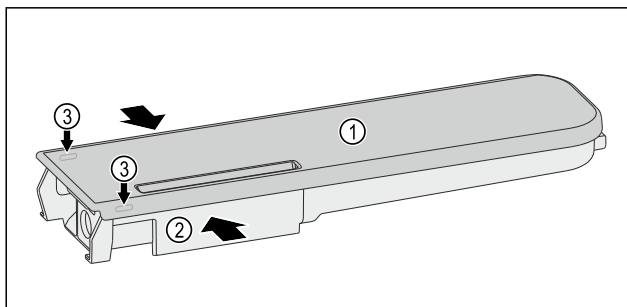

Fig. 222
- ▶ Сожмите бак для воды *Fig. 222 (2)* и осторожно возьмите крышку *Fig. 222 (1)* за фиксирующие выступы *Fig. 222 (3)* и потяните ее вверх.
- ▶ Слегка подвигайте крышку *Fig. 222 (1)* вперед и назад и снимите, приподняв вверх.